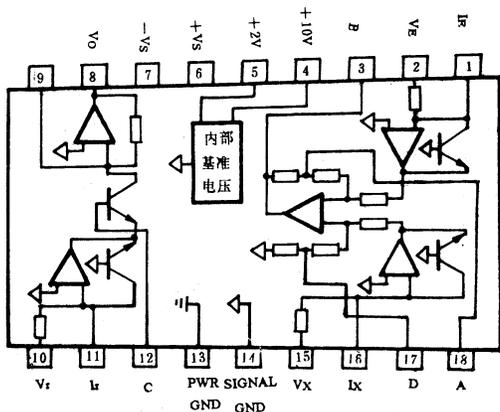

图 1
AD538 是一种可进行指数运算的模拟集成电路。AD538 的引脚和内部构成方框图如图 1 所示。
如图 1 所示,AD538 主要由对数比设定电路和对数一反对数电路组成。对数比设定电路的输出(引脚③)为